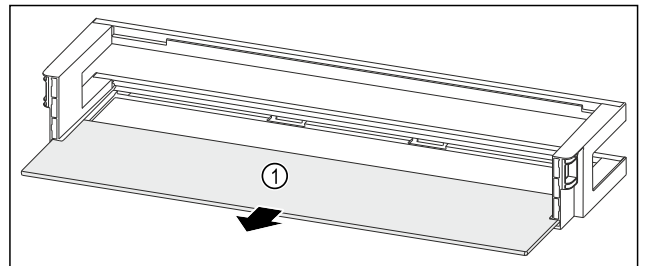

Fig. 91 Balconnet de contre-porte avec tablette de rangement
- ▶ Retirer la tablette de rangement Fig. 91 (1).